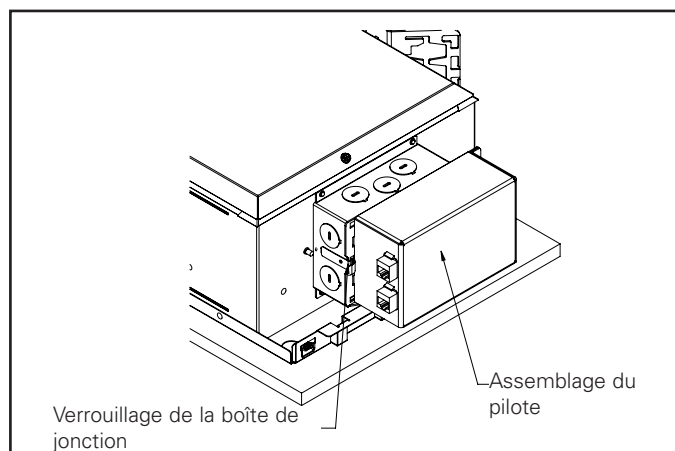

Figure 22.
1. Appuyez sur le verrou de la boîte de jonction afin de retirer l'assemblage du pilote (consultez la Figure 22).